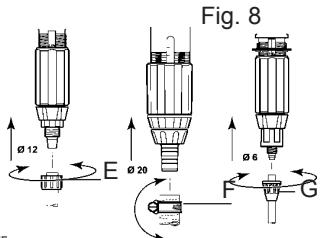

Fig. 8
- Desenroscar la tuerca (**Fig. 8-E**) colocada debajo de la parte dosificación e introducir el tubo de aspiración en la tuerca.
- Desenroscar la tuerca (**Fig. 8-G**) colocada debajo de la parte dosificación e introducir el tubo de aspiración en la tuerca.
- Desenroscar con un tornillo la abrazadera (**Fig. 8-F**) montada en el tubo de aspiración.